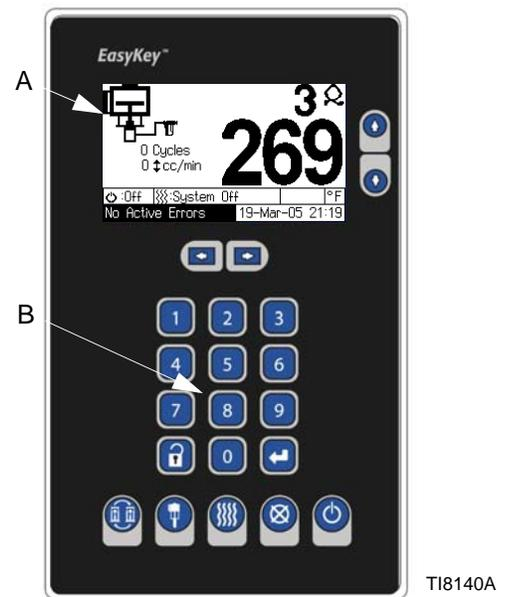

FIG. 7: Pantalla y teclado EasyKey
La pantalla de visualización EasyKey es un interfaz de usuario sencillo que consiste en una pantalla LCD (A) y en un teclado (B). Vea FIG. 7.